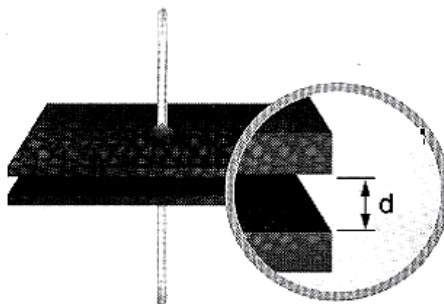

Figura 2.5. Condensador elemental
*El condensador es un dispositivo que posee una capacidad y sirve para almacenar cargas eléctricas. Está compuesto por dos armaduras entre las que se encuentra un material dieléctrico no conductor como: aire, papel, vidrio, cerámica, mica, etc. Figura 2.5.*
*La relación que adquieren las armaduras y la diferencia de tensión aplicada se llama “capacidad” o “capacitancia” y se mide en faradios (F), que está definida por la siguiente ecuación:*